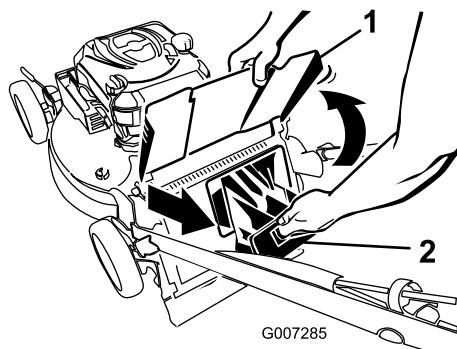

Рисунок 21
- Поднимите и удерживайте в верхнем положении отражатель выброса (Рисунок 21).
- Вытяните на себя заднюю выпускную пробку (Рисунок 21).